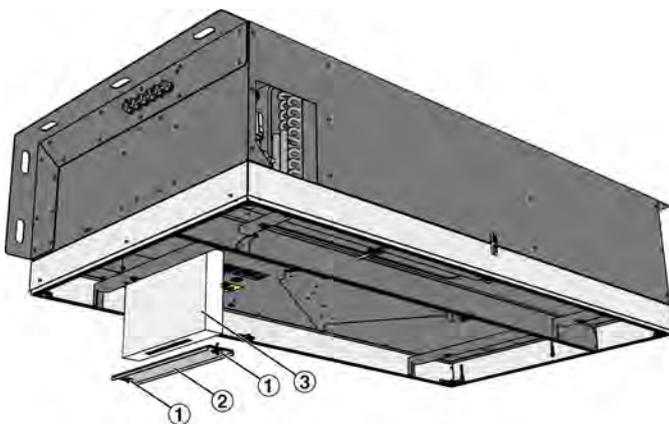

Abb. 74: Feinstaubfilter
3. ▶ Drehverschlüsse (Abb. 74 /1) mit einer ¼-Drehung öffnen und den Filterdeckel (Abb. 74 /2) abnehmen.
Filter (Abb. 74 /3) aus dem Filtereinschub herausziehen.
Beim Einschieben des Filters darauf achten, dass die beiden Laschen (Abb. 74 /3) aus dem Lüftungsgehäuse zeigen und die Schrift lesbar ist.